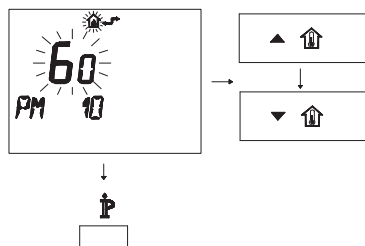

Figura 5.53
- Per modificare il SET programmato agire sui pulsanti ▲⏮ o ▼⏮ e aspettare che il numero programmato cominci a lampeggiare (Figura 5.53).